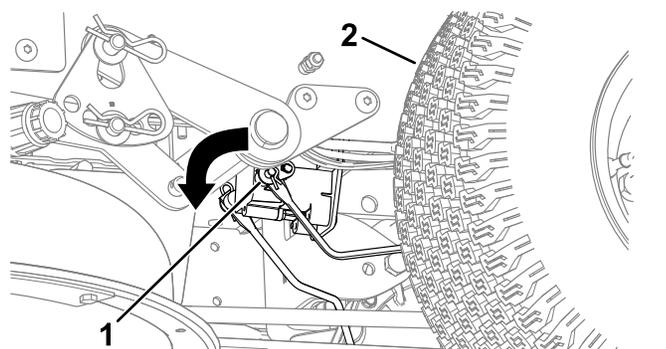

Figura 54
3. Individuate l'albero sul freno elettrico in cui sono collegati i bracci di attacco del freno (Figura 54).